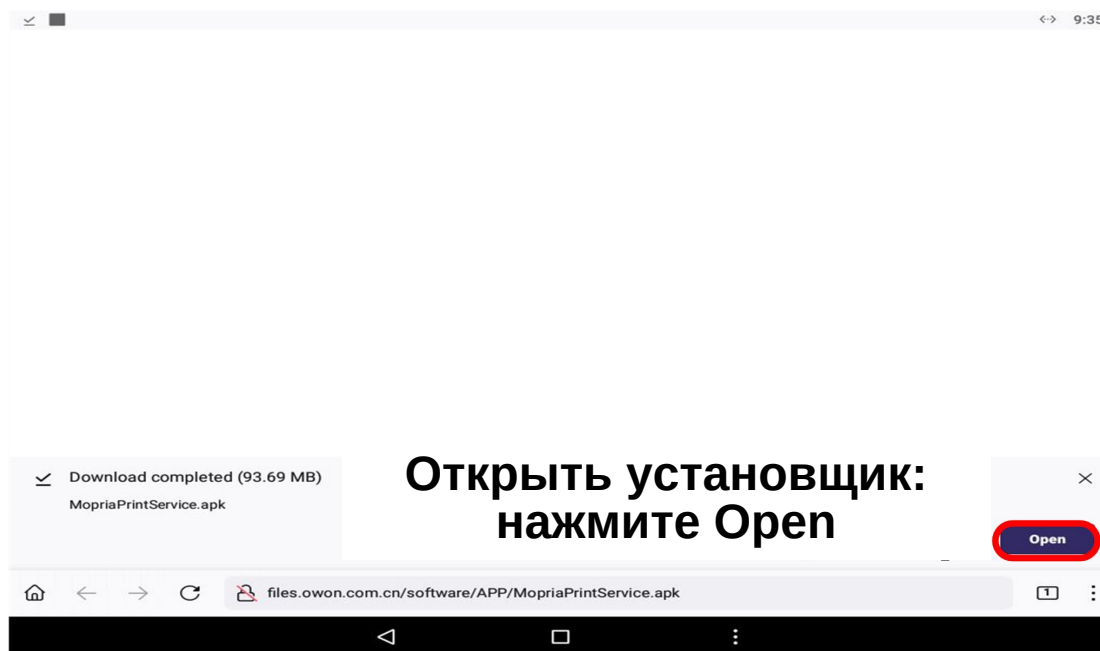

Рисунок 2
2) Нажмите Open, чтобы открыть установочный пакет (рисунок 2).